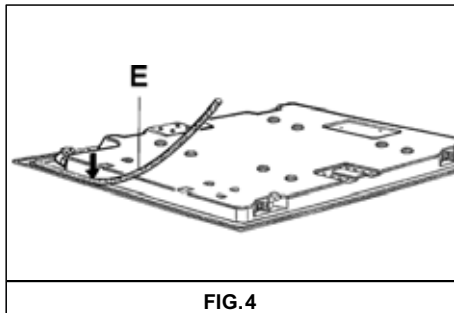

FIG.4
- Vire a placa e retire as faixas da guarnição de seus suportes, certificando-se que a proteção transparente permaneça na própria guarnição. Posicione corretamente a guarnição "E" (fig. 4) embaixo da borda da placa, de forma que o lado externo da guarnição esteja perfeitamente alinhado com a borda perimetral externa da placa. As extremidades das faixas devem coincidir sem sobreporem-se.